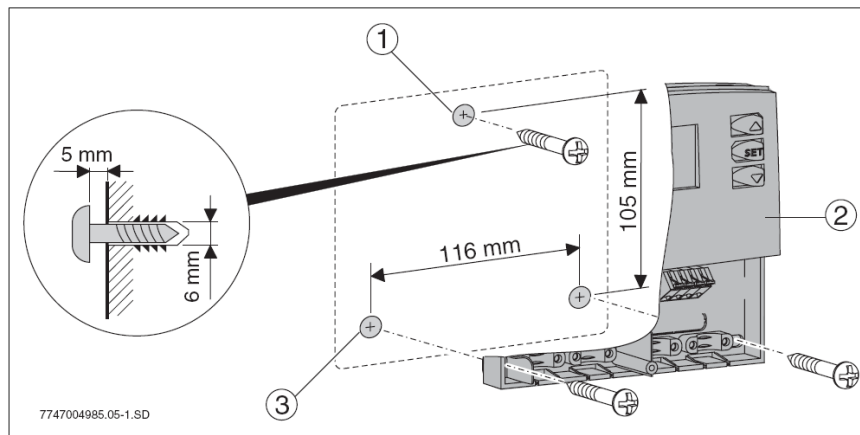

Рис. 5 Настенный монтаж регулятора
- Просверлить верхнее отверстие (→ Рис. 5, Поз. 1) и закрутить прилагаемый винт примерно на 5 мм.
- Сделать разметку для нижних крепёжных отверстий (→ Рис. 5, Поз. 2), просверлить отверстия и вставить дюбели.